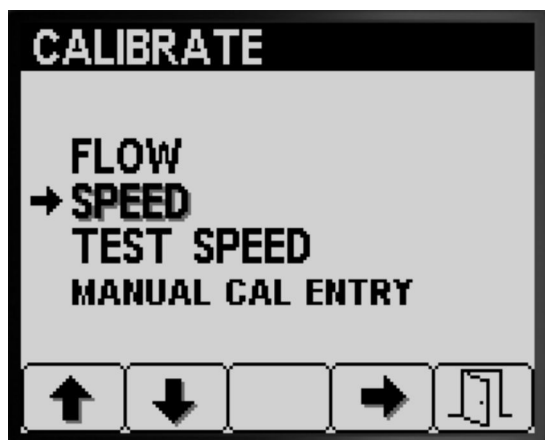

Figura 60
1. Premete il pulsante 1 o 2 nel sottomenu TARATURA per navigare fino all'opzione VELOCITÀ (Figura 60).
2. Premete il pulsante 4 per selezionare l'opzione Taratura della velocità (Figura 60).